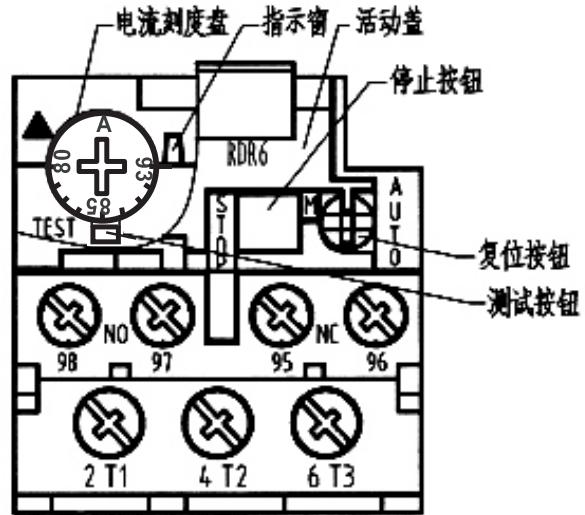

图10
6.1.2 动作测试:在主回路通电前进行。揭开活动盖, 用螺丝刀按动测试按钮, NC触头会断开, NO触头会闭合、通过指示窗能观察到转换状态(黄色标志露出为动作状态, 未露出为复位状态)。(见图10)
6.1.3 复位方式设定: 在主回路通电前进行。热继电器出厂时处于自动复位方式, 热继电器脱扣后, 当 $I_e \leq 63\text{A}$ 时5分钟内自动复位, 当 $I_e > 63\text{A}$ 时8分钟内自动复位; 用户若需要选用手动复位方式, 只需要按下复位按钮并逆时针旋转90°即可, 当热继电器脱扣后, 2分钟内按下蓝色复位按钮才能复位。(见图10)
流刻度盘定位，并在使用过程中作适当调整。(见图10)
(见图10)